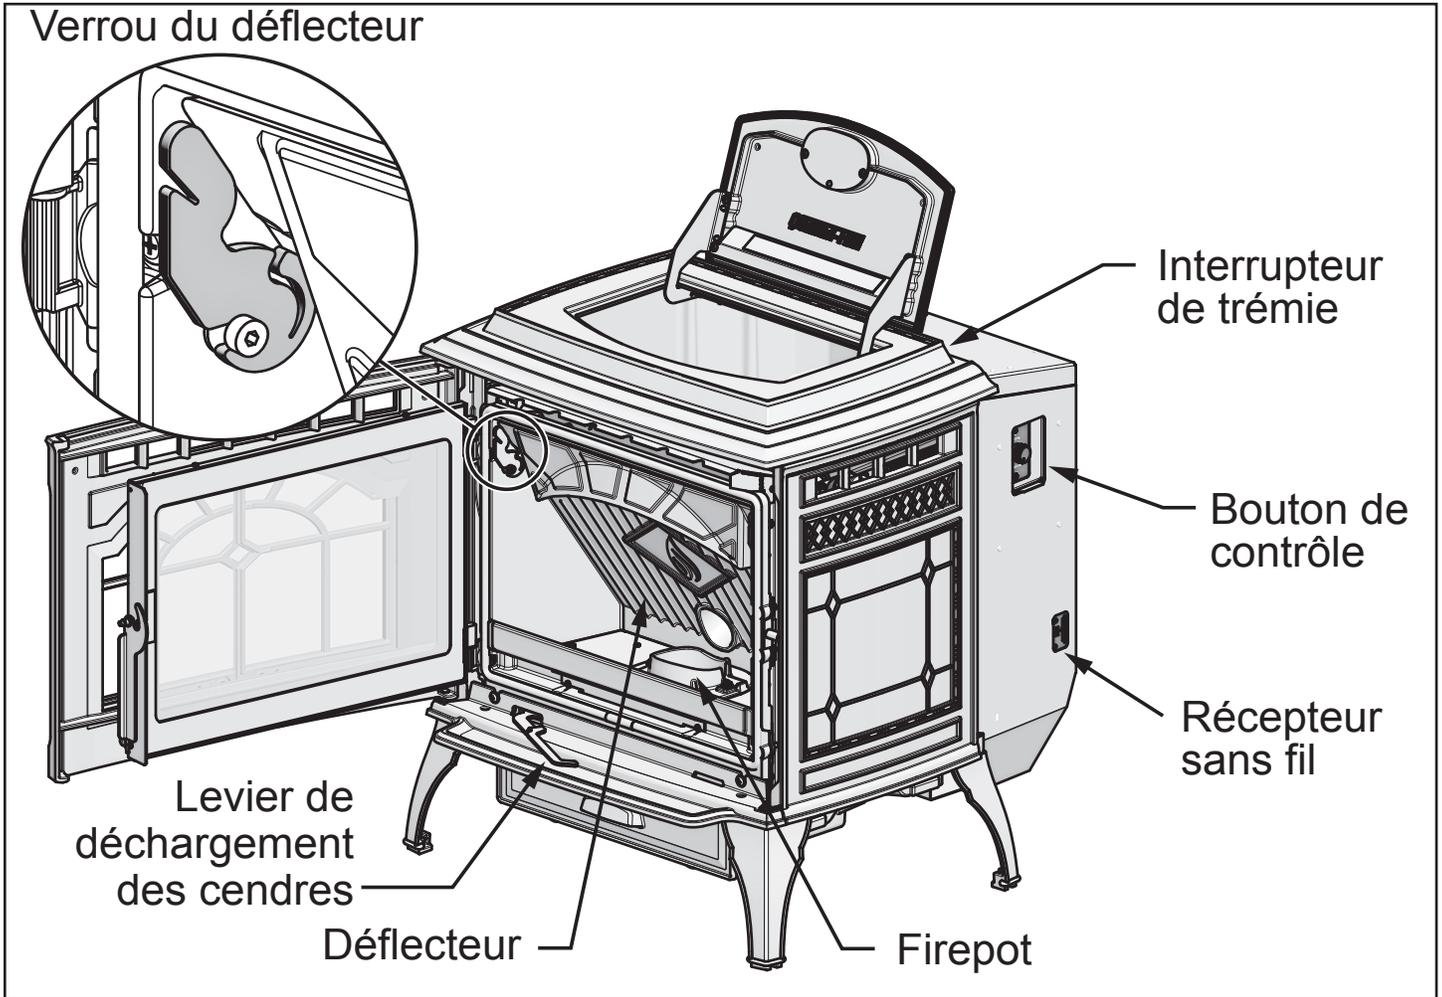

Figure 14.1
3. L'appareil peut parfois brûler tout le combustible et s'arrêter automatiquement. Dans ce cas, le voyant d'appel rouge s'allume (Voir la Figure 14.1). Pour redémarrer, remplissez la trémie et suivez la section sur Redémarrage de l'appareil. Vous devez voir des flammes apparaître après un court instant. Si ce n'est pas le cas, suivez les instructions de la rubrique « Séquence normale de démarrage » à la page 11.